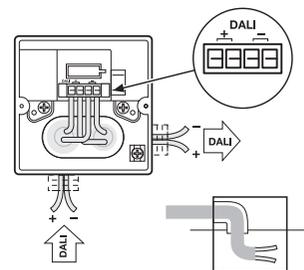

Рисунок 4.6 - Подключение шины DALI
- 5) подключить шину DALI в соответствующие клеммы (рис. 4.6);